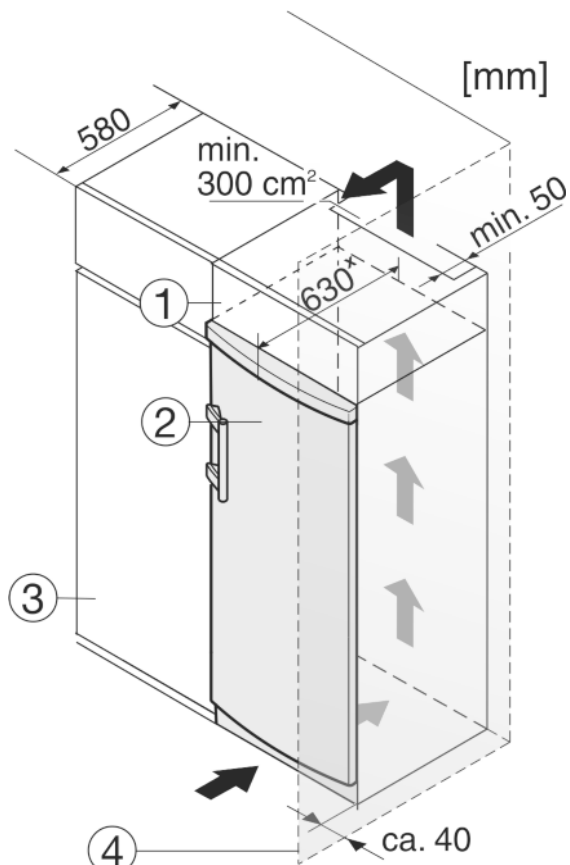

Fig. 10
Enheten kan bygges inn i kjøkkenskap. For å tilpasse enheten Fig. 10 (2) til kjøkkeninnredningens høyde, kan et innbyggings-skap Fig. 10 (1) monteres over enheten.
Ved ombygging med kjøkkenskap (dybde maks. 580 mm) kan enheten stilles opp direkte ved siden av kjøkkenskapet Fig. 10 (3). Enheten står 34 mm lenger frem på siden × og 50 mm på midten av enheten × i forhold til kjøkkenskapets front.
Hvis enheten plasseres med hengslene mot en vegg *Fig. 10 (4)*, må avstanden mellom enheten og veggen være minst 40 mm. Dette tilsvarer hvor mye håndtaket stikker ut når døren er åpen.